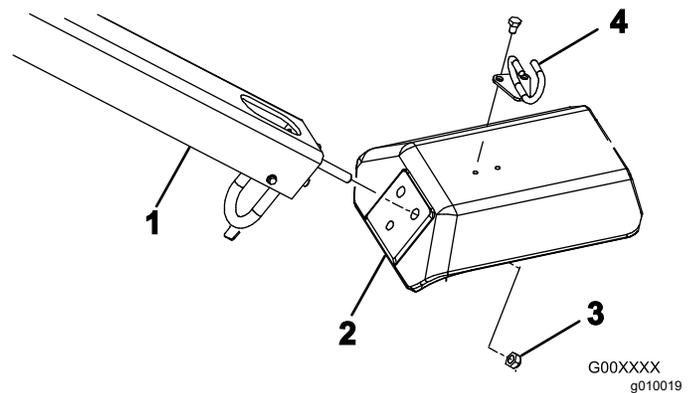

Bild 4
2. Stecken Sie die Befestigungsbolzen des Lenkers in die Löcher in der Gabel (Bild 4).
3. Sichern Sie die Lenkerbolzen an der Gabel (Bild 4) mit drei Sicherungsmuttern (1/2").
5. Befestigen Sie die Kabelführung mit zwei Schrauben (5/16" x 1/2") oben an der Gabel (Bild 4).